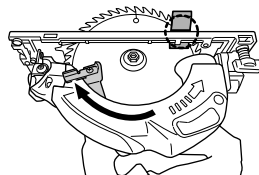

Fig. 17
- (2) Rétracter la garde inférieure dans le carter de la scie.
- (3) Insérer le copeau de bois à l'arrière du socle de la lame de scie et marquer la position sur le socle (Fig. 17).